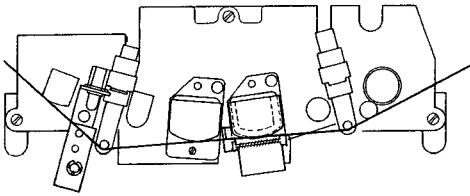

Fig. 4.4.-1
- Bandabhebemagnet lösen und soweit verschieben, bis der Bandlauf am Wiedergabekopf auf der Höhe des Abschirmgehäuses liegt (Fig. 4.4. - 1).
- Loosen mounting screws of tape lift solenoid and reposition solenoid until the lifted tape runs at the height of the playback head (see figure 4.4. - 1).